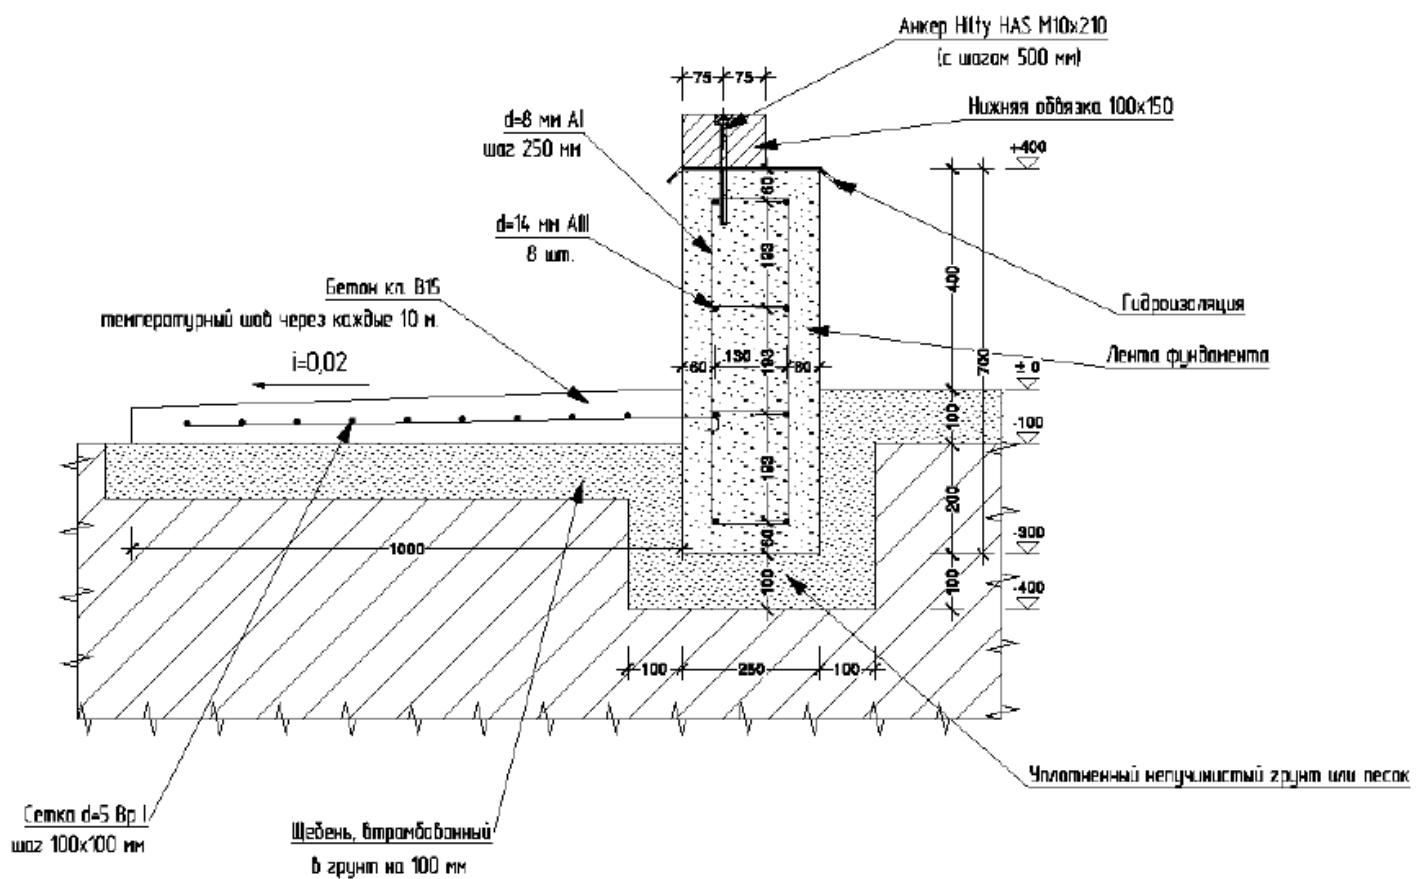
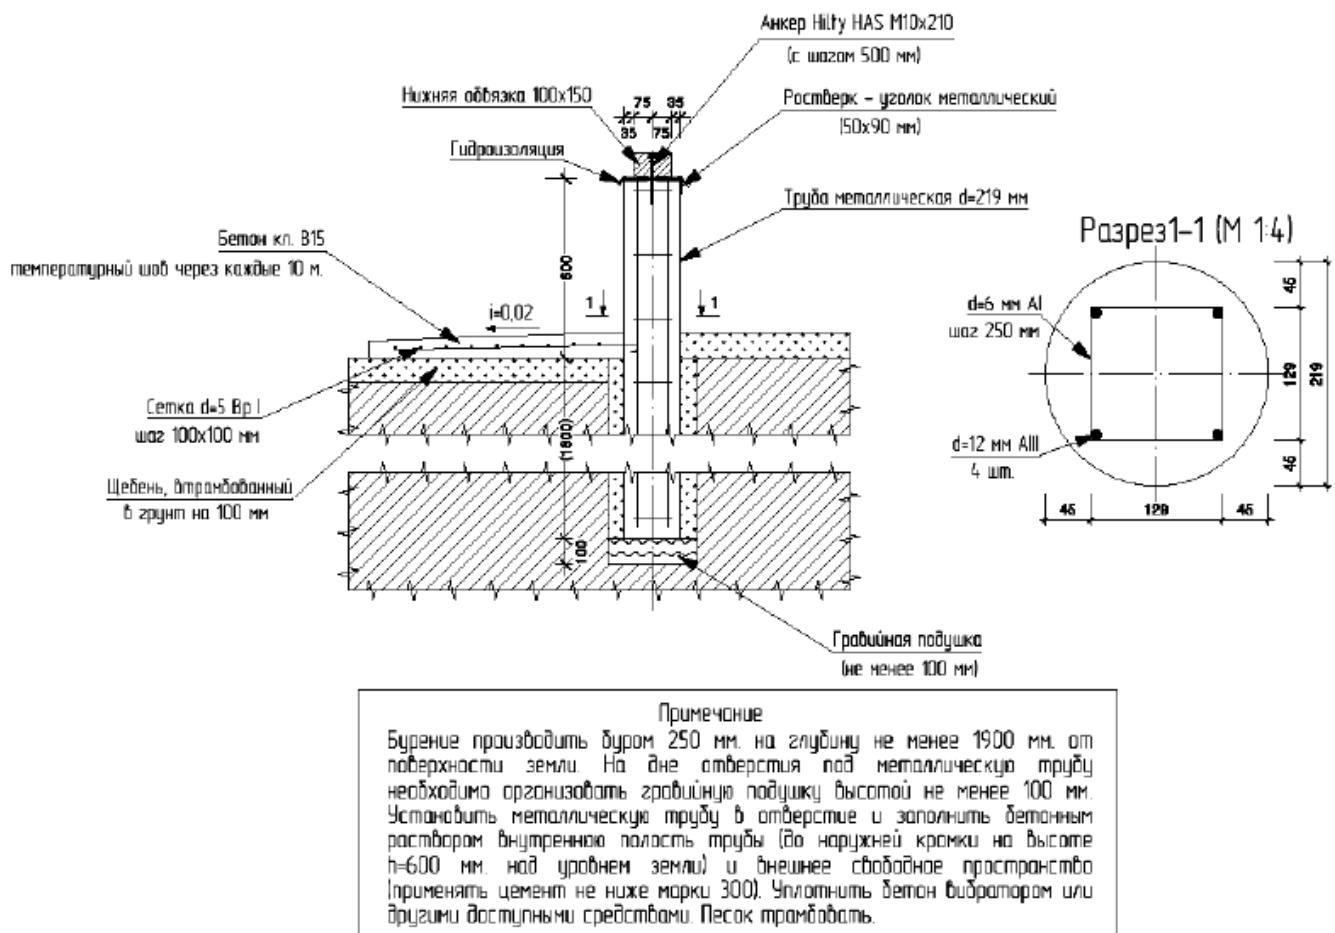
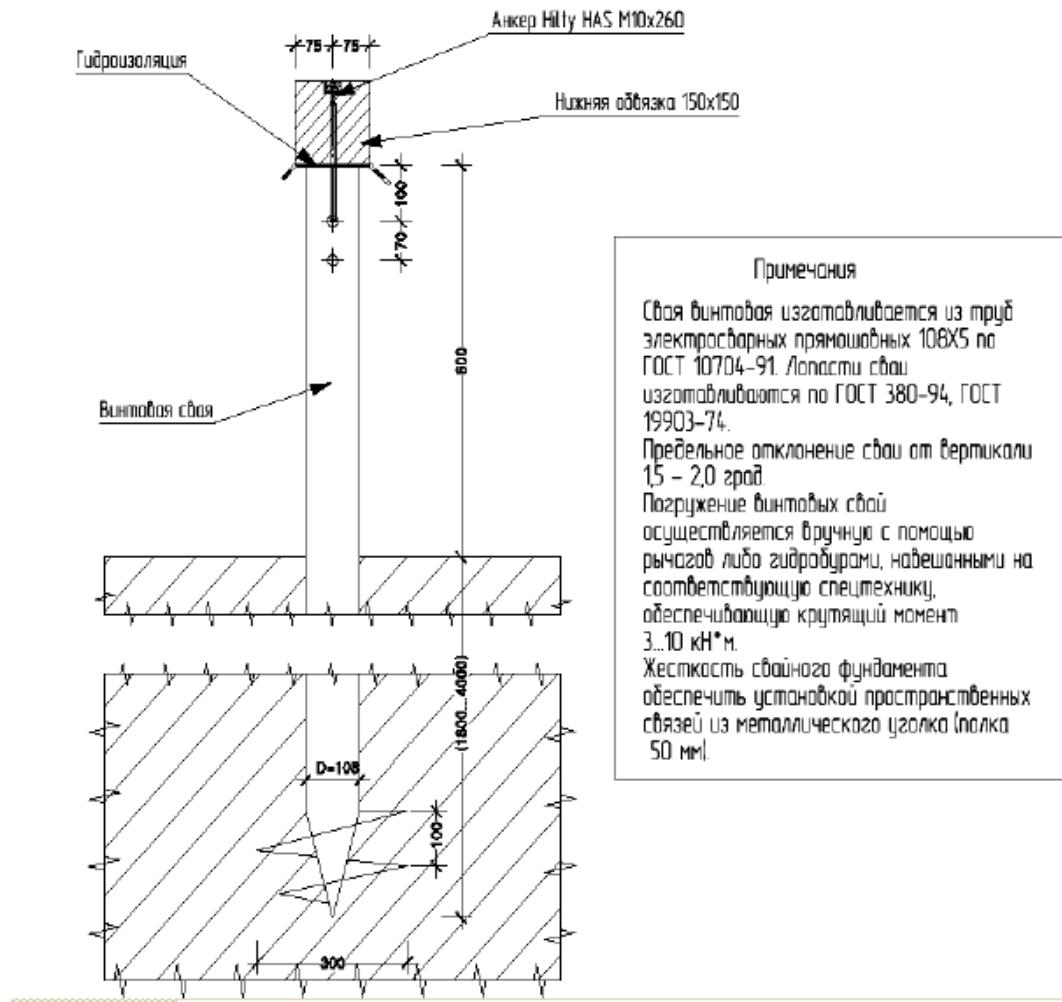

Рис. 1: Монолитный малозаглубленный фундамент.
Рис. 2: Свайный буронабивной фундамент с железобетонным ростверком.
Рис.3 Фундамент на винтовых сваях с деревянной/randbalкой.
1. Первым этапом по строительству дома проводятся земляные работы, и устройство фундамента. Рекомендуемыми типами фундаментов под дома, построенные по данной технологии, являются монолитный малозаглубленный фундамент – монолитная бетонная армированная лента на песчаной подушке (рис. 1), свайный буронабивной с железобетонным ростверком (рис. 2), или винтовые сваи с силовой деревянной обвязкой - рандбалкой, выполняющей функцию ростверка (рис. 3). Окончательный выбор фундамента, конечно, определяется видом почв на участке строительства, уровнем грунтовых вод, и пожеланиями заказчика к устройству подвала